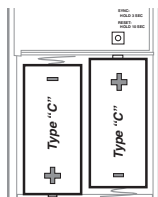

Figura 3
3. **Coloque las 2 pilas alcalinas “C”.** Asegúrese de que estén correctamente colocadas (vea la Figura 3).